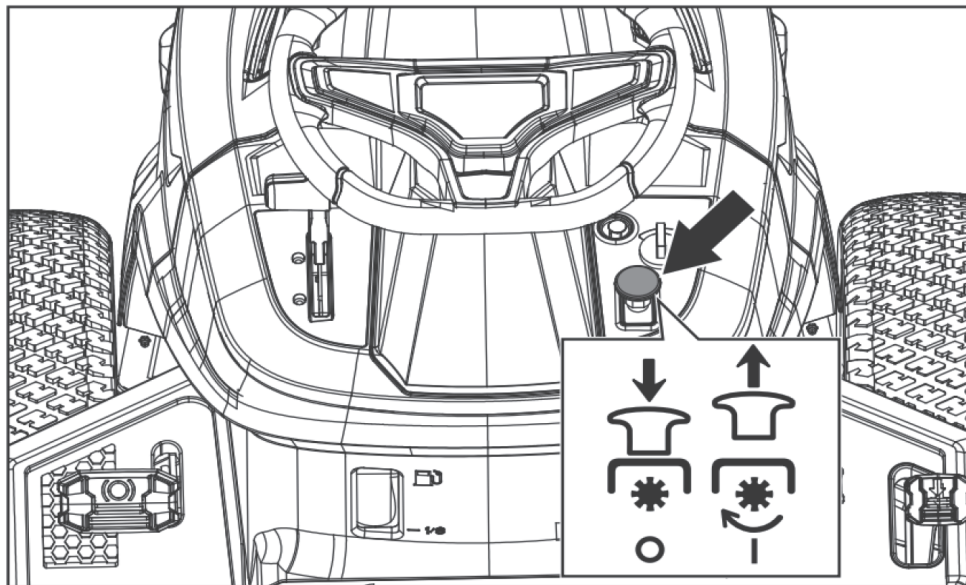

Рис.27
- Если вытянуть кнопку включения привода ножей вверх, они начнут вращаться (Рис.27).
Машина оснащена системой звуковой сигнализации, которая оповещает пользователя, что травосборник заполнен. Чтобы отключить сигнал, отключите привод вращения ножей режущей деки (Рис. 27).